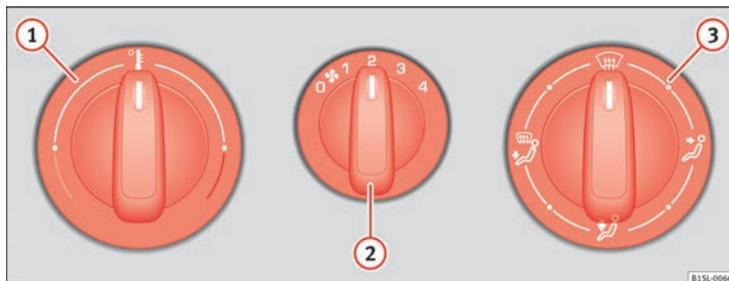
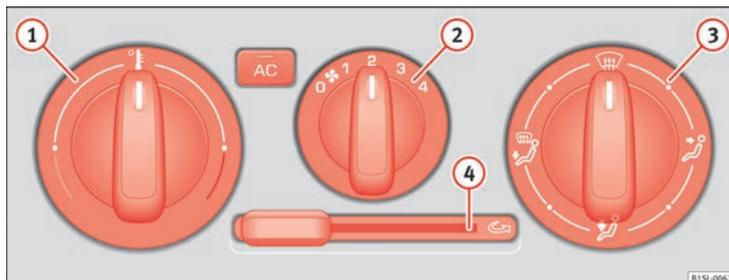

Abb. 98 Auf der Mittelkonsole: Drehregler des Heiz- und Frischluftsystems.
Abb. 99 Auf der Mittelkonsole: Bedienungselemente der Klimaanlage. ▶
Taste, Regler	Ergänzende Informationen. Heiz- und Frischluftsystem ⇒ Abb. 98 und Klimaanlage ⇒ Abb. 99.
- Gebläse ⇒ Abb. 98 ② auf Stufe 1 oder 2 stellen.
- Temperaturregler ⇒ Abb. 98 ① auf mittlere Position stellen.
- Luftverteilungsregler ⇒ Abb. 98 ③ in Defroststellung drehen.
Einschalten: Schieberegler → Abb. 99 bis zum Anschlag nach rechts schieben.
Ausschalten: Schieberegler → Abb. 99 bis zum Anschlag nach links schieben. ▶